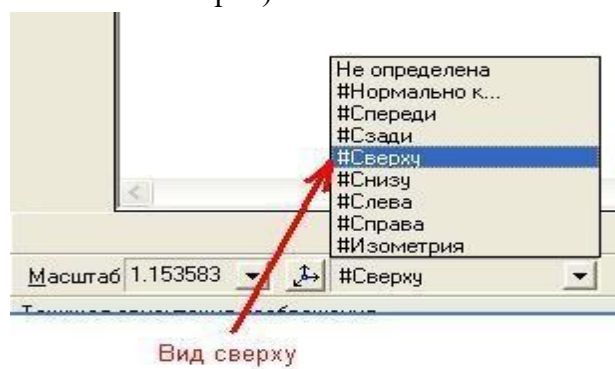

Рис. 2
6. Выбрать вид **Сверху** из списка стандартных ориентаций в **Строке текущего состояния** (Рис. 2).